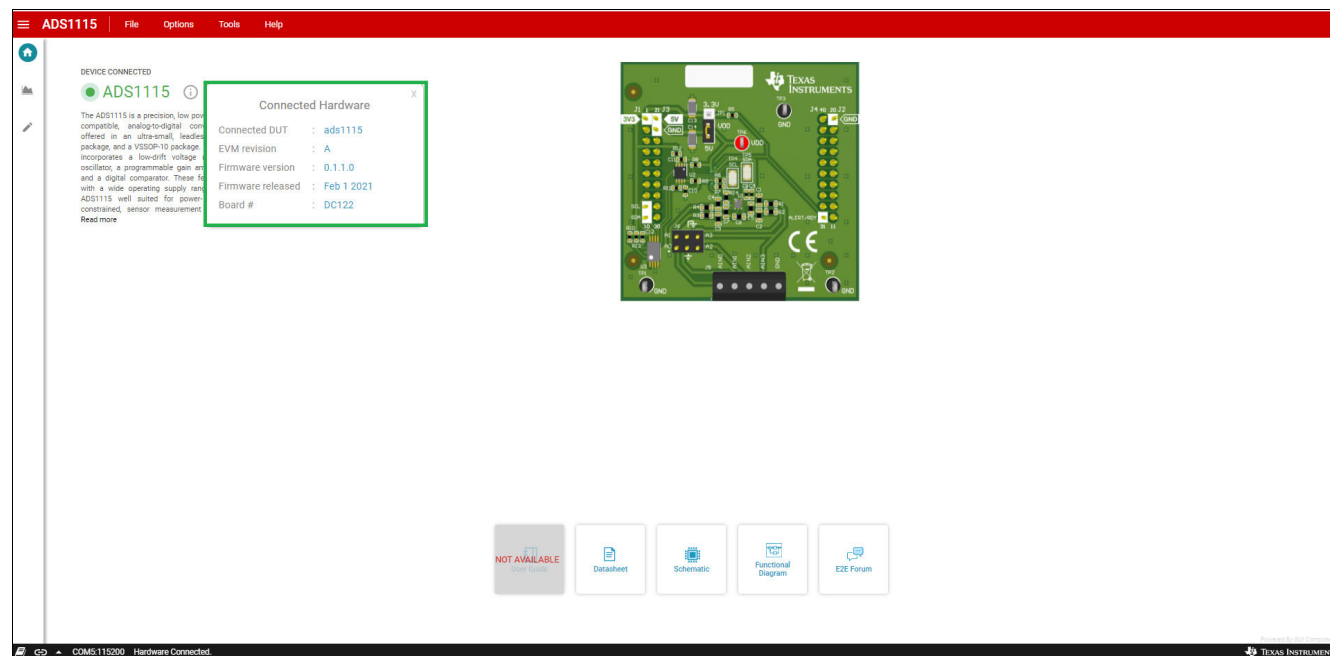

图 5-13. 已连硬件信息
**Home** ( 主页 ) 页面包含各种信息的链接。这些链接包括本用户指南、EVM 原理图以及各种支持资源。连接状态指示旁边是信息图标。点击图标显示有关 **ADS1x15V2EVM-PDK** 的特定信息，如图 5-13 中所示。